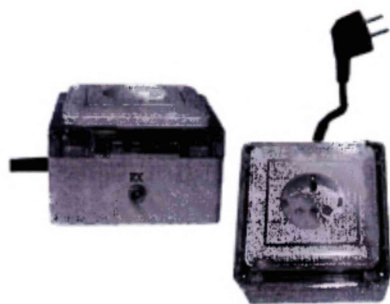

Рисунок 1.5
1.4.5 **Регулятор холодильной камеры** (далее – РХ) (рисунок 1.5) обеспечивает включение и отключение компрессора холодильной камеры в зависимости от заданного температурного режима. Холодильная камера подключается к РХ, а вилка РХ подключается к сети переменного тока 220 В. На боковой стенке РХ имеется коаксиальный разъем для подключения РХ к блоку управления.